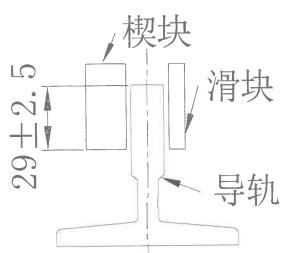

图 3
2.2.2. 楔块与导轨的啮合距离为 $29\pm2.5\text{mm}$ (图 3)。